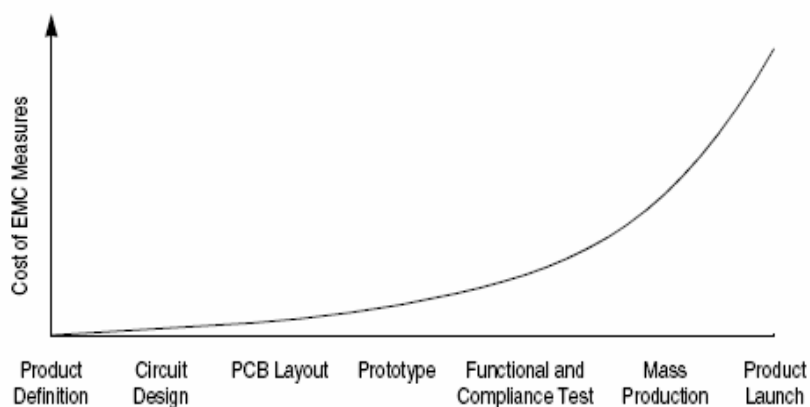

Figure 2. Cost of EMC Measures
(4) **EMC花费**：最有效的花费即最少的花费是在设计初期就考虑EMC的要求。（见图2）